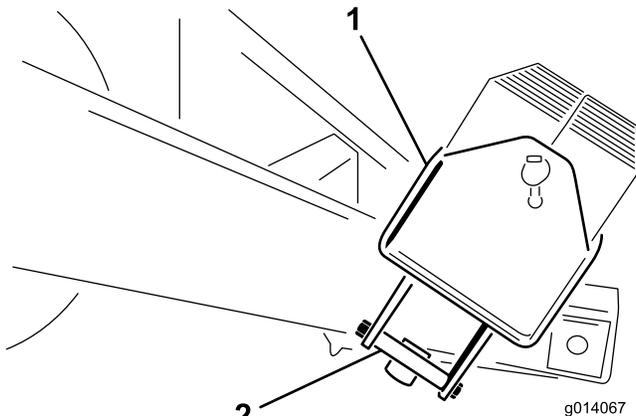

図 5
2. ウェイトケースを保持している取り付けブラケットからボルト（1/2 x 5-1/2 インチ）を外す。取り付けブラケットは廃棄する（図 5）。